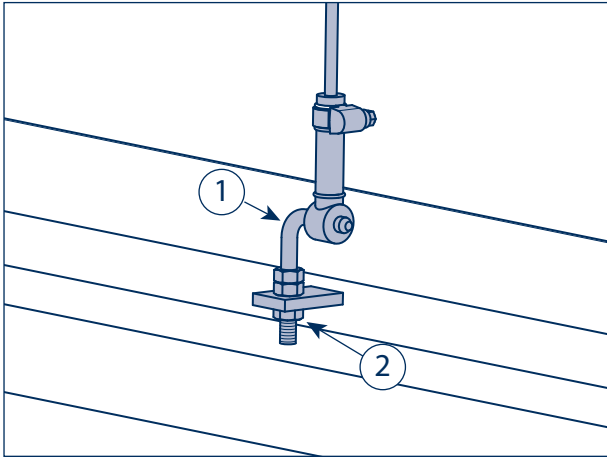

Bild 50
-  Bei Luftfederung ohne Drehschiebeventil / Schaltventil Mutter (Bild 50/2) der Anlenkung (Bild 50/1) des Luftfederventils an der Achse abschrauben und Ventilhebel des Luftfederventils so lange betätigen, bis die Luftfederbälge die maximale Höhe erreicht haben.